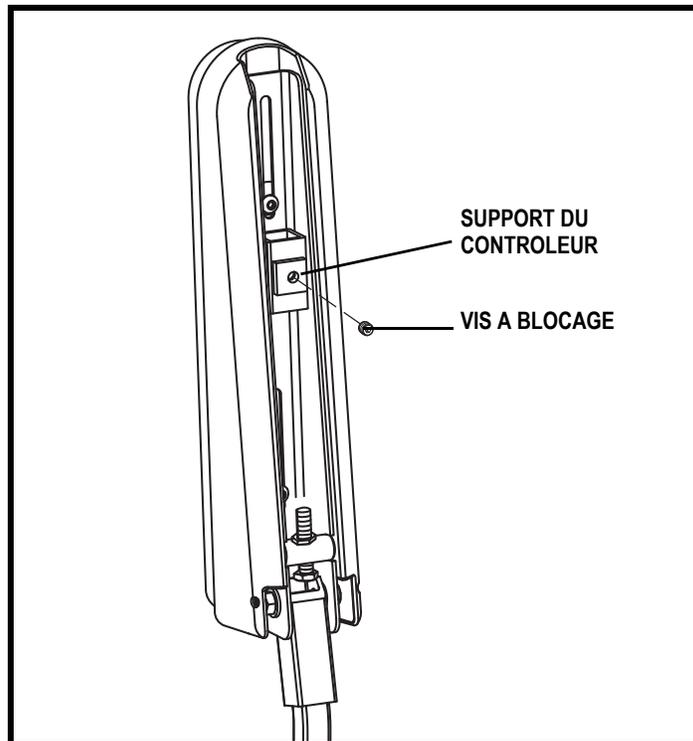

Figure 17. Dessous de l'accoudoir
2. Desserrez la vis de réglage sous l'accoudoir. **Voir la figure 17.**
4. Relevez l'accoudoir à la verticale et desserrez la vis de blocage. **Voir la figure 17.**